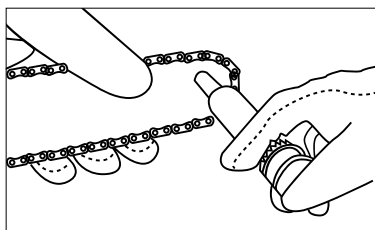

Рис. 26
3. Поместите иглообразную дюзу шприца в отверстие для смазки и вводите смазку до тех пор, пока она не появится на внешней кромке цепного зубчатого колеса шины (рис. 26).